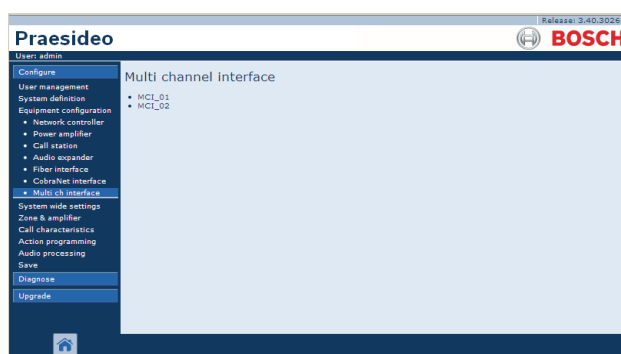

Abb. 43.40: Konfigurieren einer Mehrkanalschnittstelle, Schritt 1
- 1 Rufen Sie *Configure > Equipment configuration > Multi ch interface* auf. Im Mainframe der webbasierten Benutzeroberfläche erscheint ein Bildschirm, der dem in Abb. 43.40 ähnelt.